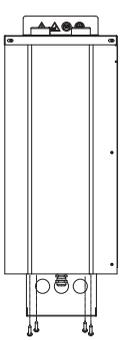

Abb. 3
2. Um die Ofenzuleitung anzuschließen zu- nächst die vier in Abb. 3 gezeigten Schrau- ben herausdrehen und die Klemmleiste nach unten herausziehen. Siehe Abb 3a.